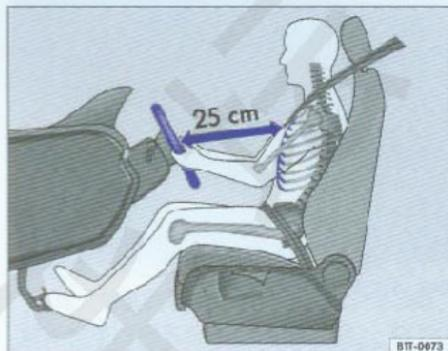

图91 驾驶员的正确坐位
- 将方向盘调整至正确位置 ⇒ 图91。
- 正确调整座椅和方向盘。驾驶员胸部与方向盘之间至少保持25cm距离 ⇒ 图91，否则，安全气囊将不能发挥保护作用，发生事故时，可能严重致伤甚至致死驾驶员。